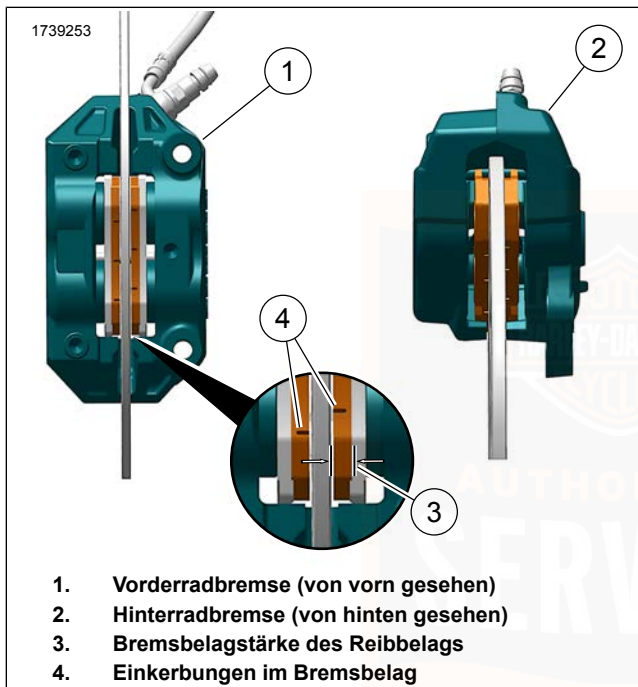

Abbildung 103. Reibmaterial des Bremsbelags
1. Siehe Abbildung 103 . Die Bremsscheibe prüfen, wenn diese gedreht wird. Die Scheibe muss schlagfrei im Bremssattel laufen.